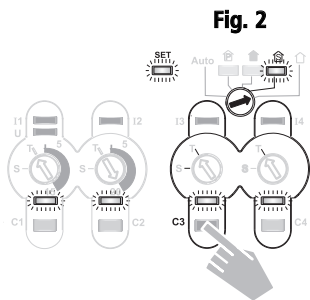

Fig. 2
3. Pulse la tecla manual del canal que desea modificar hasta que el LED de control se encienda (véase fig. 2 canal C3)